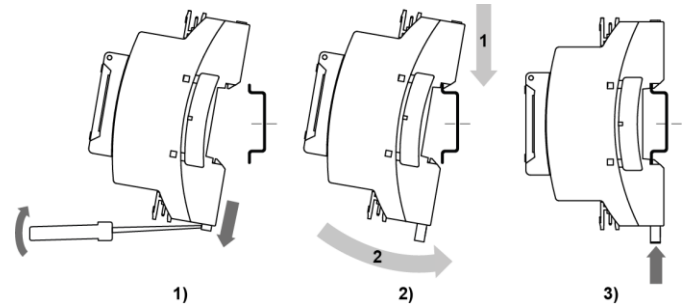

Рисунок 1 – Установлення пристрою
2. Вставивши викрутку у вушко, відтягнути засувку (див. *рисунок 1, 1*). Пристрій встановити на DIN-рейку.
3. Пристрій притиснути до DIN-рейки (див. *рисунок 1, 2*, стрілки 1 і 2). Викруткою повернути засувку в початкове положення.